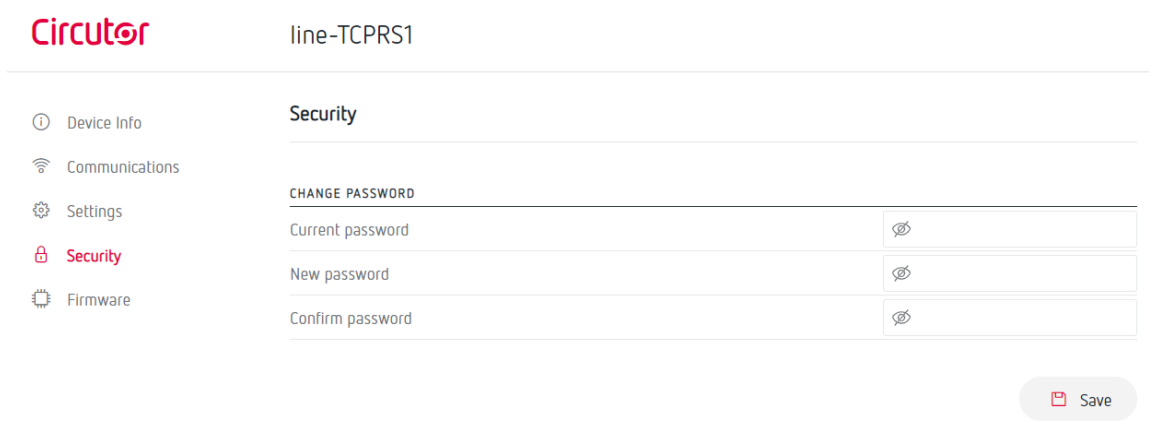

Figura 40: Página Web: Security.
Nota: Por seguridad, es necesario cambiar la contraseña de acceso. Ésta se puede cambiar en la pantalla **Security**, **Figura 40**.
- ✓ En la pantalla **Security**, modificar el password de acceso a la página web de configuración (Figura 40).